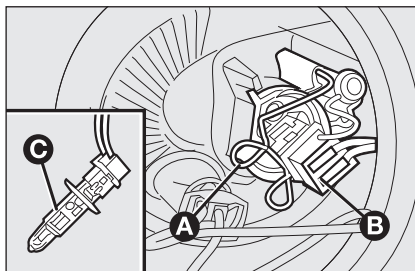

fig. 22
- sganciare la molletta fermalampada **A-fig. 22**;